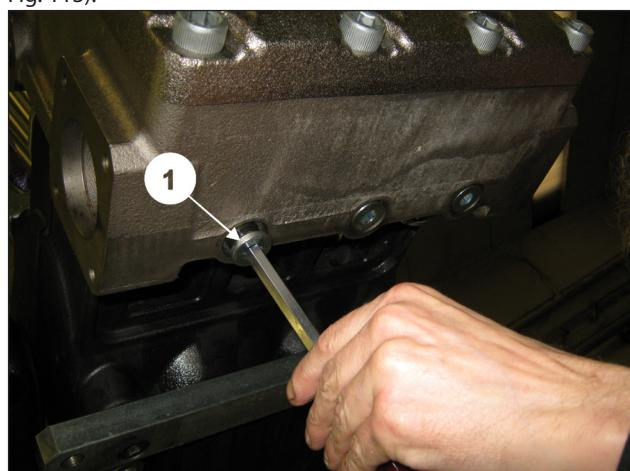

Fig. 113
Quitar los tapones G1/2" inferiores de la cabeza (pos. ①, Fig. 113).